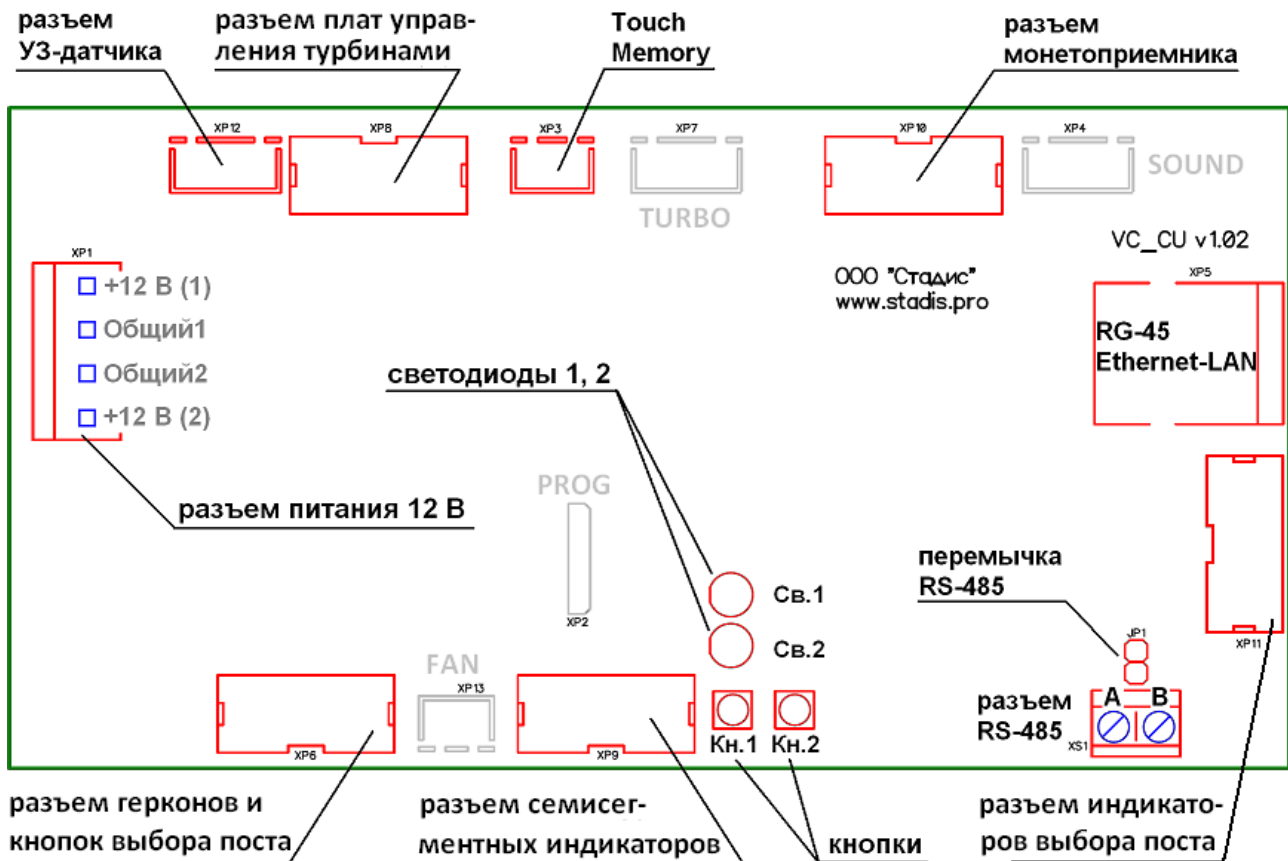

Рисунок 4 – Внешний вид основной платы пылесоса
2.3.2.5 В режиме ожидания при открытой двери происходит анализ нажатия на тактовую кнопку 1, расположенную на основной плате (см. рис. 4). При нажатии на тактовую кнопку и удержании ее нажатой в течение времени от 5 до 10 секунд и последующем отпускании происходит переход в инженерный режим. При этом если кнопка удерживалась менее 5 секунд или более 10 секунд, переход в инженерный режим не происходит. Момент, когда при отпускании кнопки будет осуществлен переход в инженерный режим, индицируется морганием светодиода, расположенного на основной плате (см. рис. 4). Если началось моргание светодиода, следует отпустить кнопку.
2.3.4.1 Переход в режим инкассации происходит из режима ожидания при открытой двери, после считывания ключа доступа, уникальный номер (ID) которого записан в энергонезависимой памяти основной платы пылесоса. При этом после считывания ключа светодиод, расположенный на основной плате (см. рис. 4), загорается на одну секунду.
2.3.5.1 Переход в инженерный режим производится из режима ожидания путем нажатия на тактовую кнопку 1, расположенную на основной плате (см. рис. 4), и удержания ее нажатой в течение времени от 5 до 10 секунд, как описано в п. 2.3.2.5.